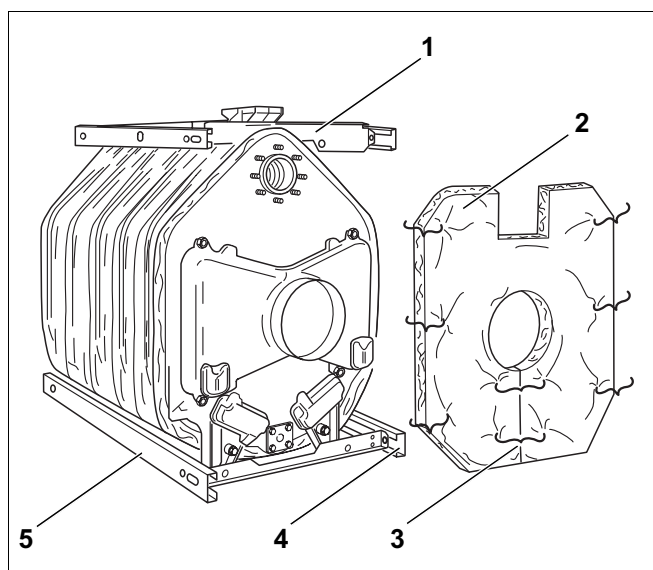

Fig. 38
- Sett de nedre langsgående traversene (fig. 38, **pos. 4 og 5**), også disse med kantene pekende innover og slissen pekende bakover, på tverrtraversene fra siden og skru dem fast med metallskruer.
- Skyv bakelementets isolasjon (fig. 38, **pos. 2**) på røykgasstussen. Innsnittet for kjelreturen må da peke oppover.
- Heng bakelementets isolasjon på den bakre øvre traversen med to spennfjærer (fig. 38, **pos. 1**).
- Lukk slissen under røykgasstussen med spennfjærer (fig. 38, **pos. 3**).